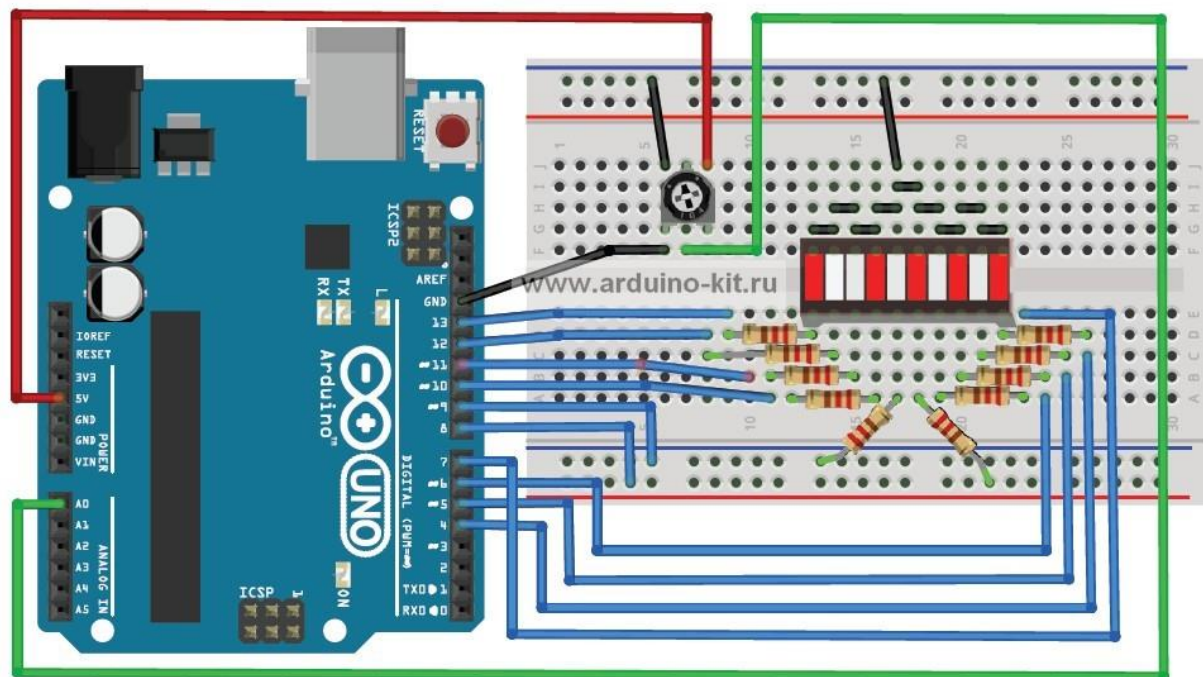

Рис. 4.3. Схема подключения линейной светодиодной шкалы
Теперь визуализируем аналоговые данные потенциометра с помощью 10-разрядной линейной светодиодной шкалы. Шкала представляет собой сборку из 10 независимых светодиодов с катодами со стороны надписи на корпусе. Для подключения шкалы к Arduino будем использовать 10 цифровых выводов D3–D12. Схема соединений показана на рис. 4.3. Каждый из светодиодов шкалы выводом анода соединен с цифровым выводом Arduino, а катодом на землю через последовательно соединенный ограничивающий резистор 220 Ом. Аналоговые данные потенциометра (0–1023) масштабируем в данные шкалы (0–10) с помощью функции `map()` и зажигаем соответствующее количество светодиодов.
2. Подключаем выводы светодиодной шкалы контактами анодов через ограничительные резисторы номиналом 220 Ом к выводам Arduino D3–D12, контактами катодов – на землю (см. рис. 4.3).